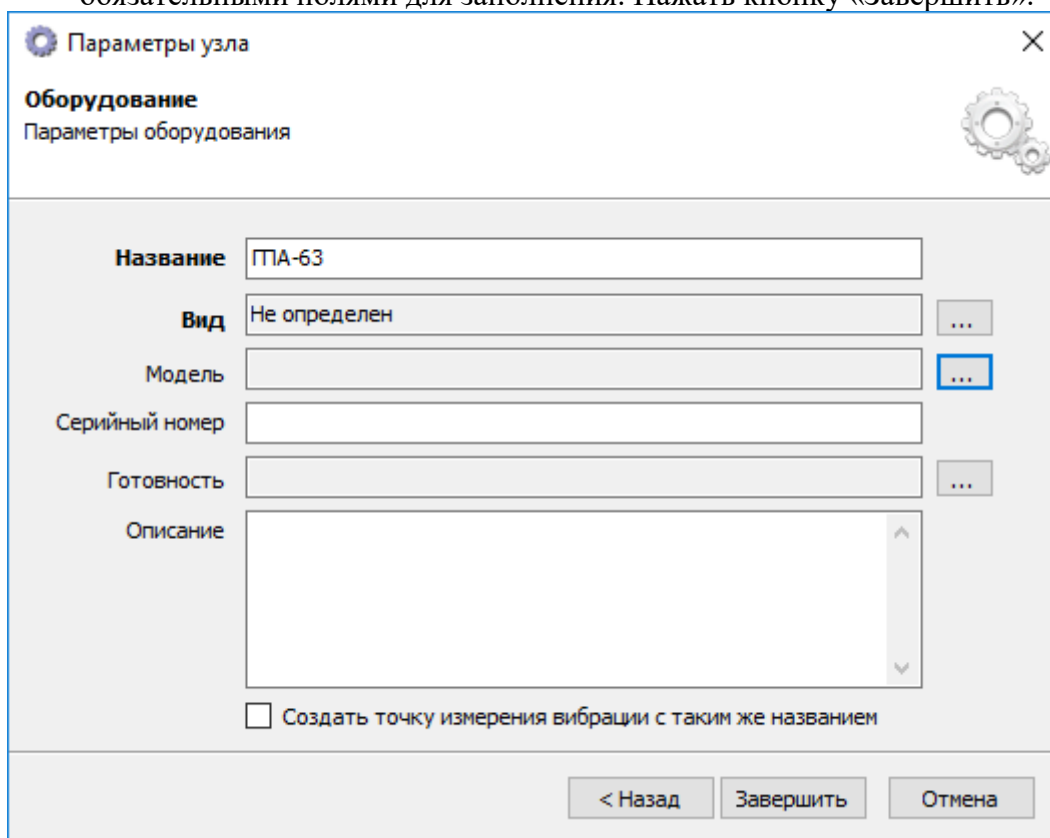

Рисунок 3.6.2
- в окне «Параметры узла» (см. Рисунок 3.6.2) задать название и вид. Модель, серийный номер и степень готовности оборудования не являются обязательными полями для заполнения. Нажать кнопку «Завершить».